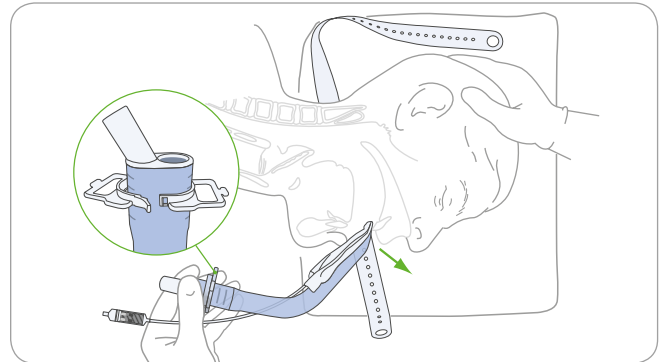

図 9.硬口蓋に対してマスクの先端を押しつけます。
5. ホルダーのフランジの平坦面が患者の方を向くように、ホルダーをバイトブロックの断面を覆うように取り付けます。図 9 に示すように、ホルダーをロックしないでバイトブロックの途中で開いているようにします。使いやすくするために、挿入時、ホルダーのクリップが患者の鼻の方を向くように、ホルダーの向きを調整することを推奨します。
7. 図 9 に示すように本装置を保持してください。